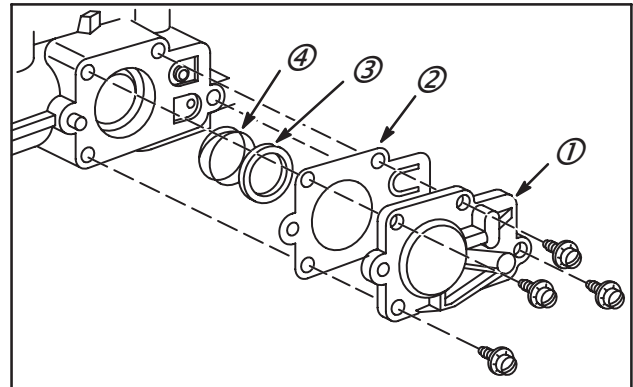

Fig. 31
1. Déposer le couvercle de pompe à essence (1), la membrane (2), le ressort (4) et la coupelle (3), Fig. 31.